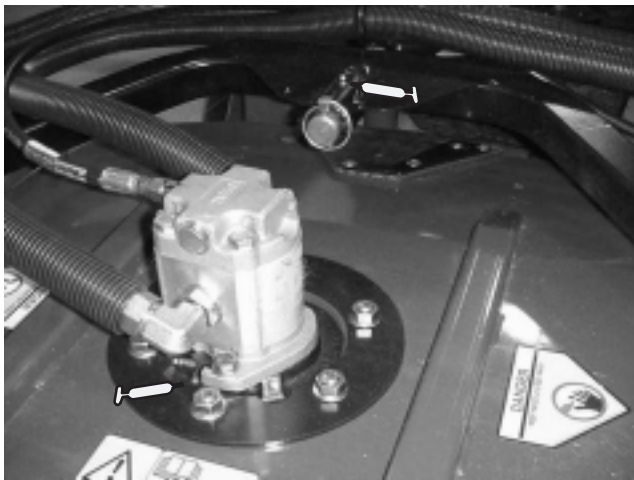

Bild 24
- Spindelwellenlager des Mähwerks (1 pro Mähwerk) (Bild 24)
- Chassisarmbüchsen des Mähwerks (1 pro Mähwerk) (Bild 24)